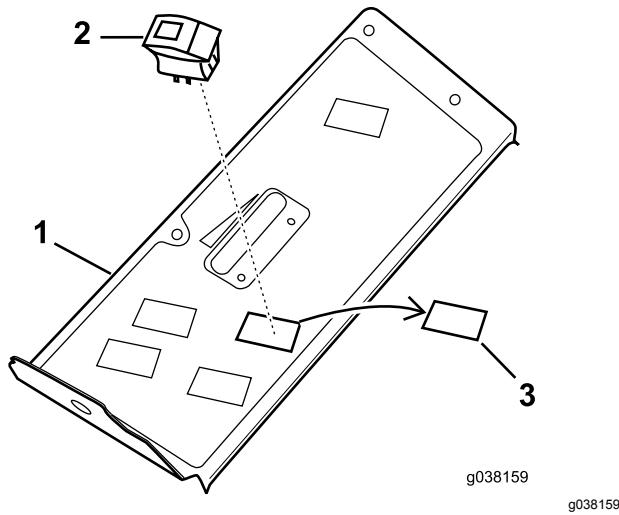

Figure 6
2. Localisez et déposez les caches amovibles situés vers l'avant du panneau de commande, sous l'autocollant (Figure 6).
3. Insérez l'interrupteur d'éclairage comme montré à la Figure 6.